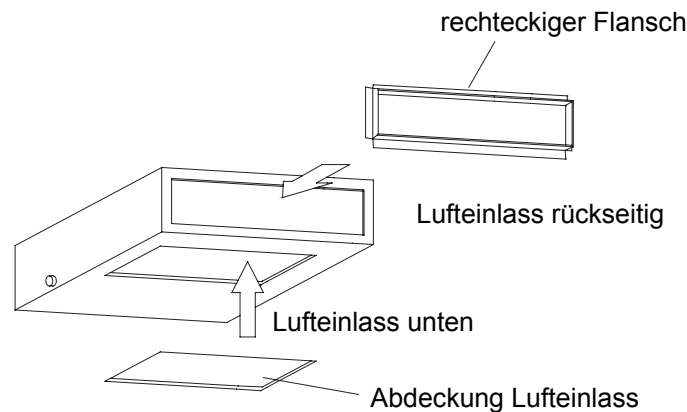

Abb. 37
2. Der rechteckige Flansch am Lufteinlass wird standardmäßig an der Rückseite des Gerätes installiert, der untere Lufteinlass ist verdeckt (siehe Abb. 37).